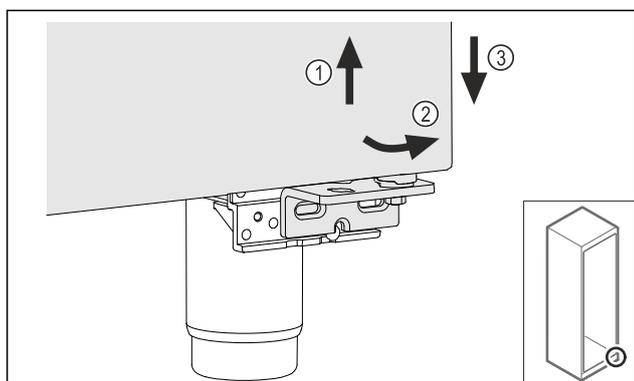

Fig. 26
- Soulever légèrement la porte Fig. 26 (1), la faire basculer vers l'avant Fig. 26 (2) et l'abaisser Fig. 26 (3).